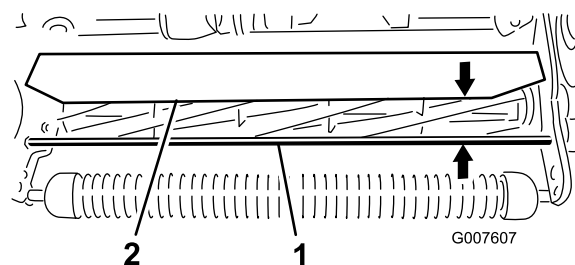

Figura 55
- Misurate la distanza tra la parte superiore dell'asta di supporto anteriore e il bordo anteriore del deflettore su ogni estremità dell'apparato di taglio (Figura 55).